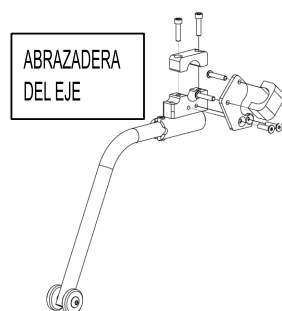

FIG. 1
- Fije el tornillo de banco a la placa de fijación (fig. 1).
- Monte el tornillo de banco en el eje (fig. 1/2).
- Pase una palanca especial entre la llanta y el parapeto del neumático para que, al inclinar la palanca, salga el lateral del neumático (fig. 1 y 2)